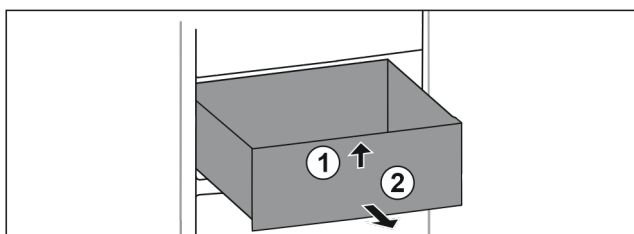

Fig. 91
- Unieść szufladę z przodu. Fig. 91 (1)
- Wyjąć szufladę do przodu. Fig. 91 (2)